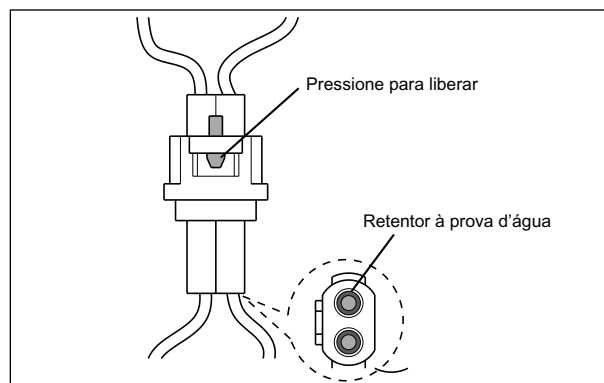

Fig. 5.3
- Na bobina de ignição, são fornecidos conectores do tipo à prova d'água para o interruptor de ignição. (Fig. 5.3)